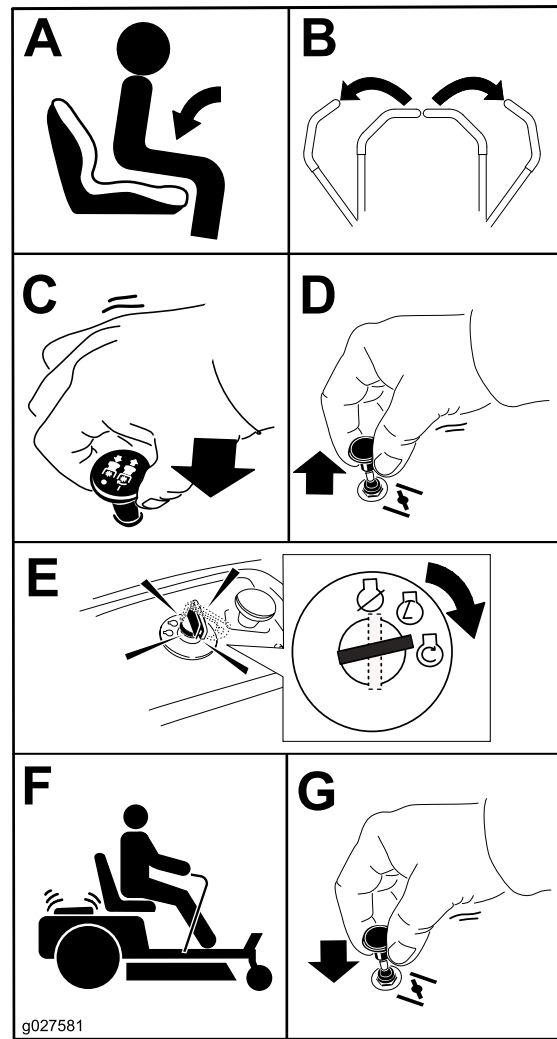

Bild 26
- Stellen Sie den Zapfwellenantriebsschalter in die Aus-Stellung, um die Messer auszukuppeln (Bild 26).